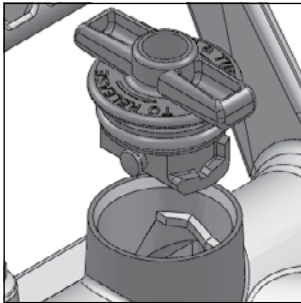

Figure 1.2
- Pour insérer la fiche d'amorçage, s'assurer que les poignées sur le bouchon sont alignées avec l'arbre du moteur, ou dirigées vers le moteur comme indiqué sur la **Figure 1.2**.